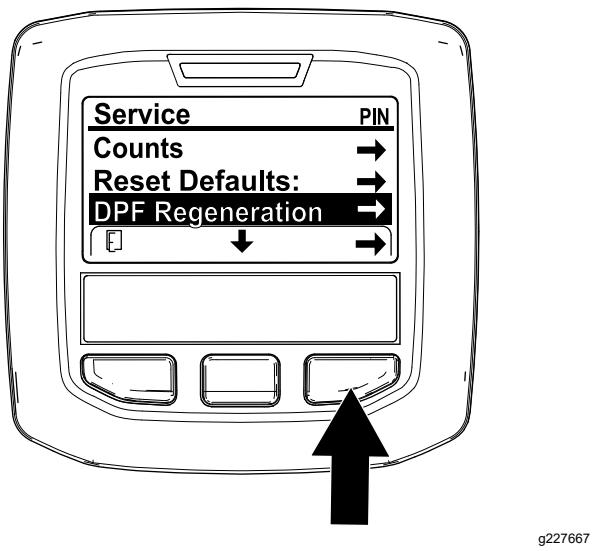

Figure 35
- Dans le menu Entretien, utilisez le bouton central pour naviguer jusqu'à l'option DPF REGENERATION (régénération du FAP) (Figure 35).
- Appuyez sur le bouton droit pour sélectionner l'option DPF Regeneration (Figure 35).